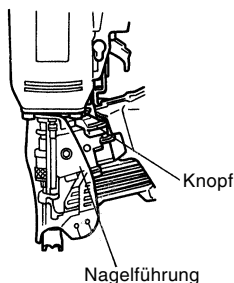

Abb. 21
- (1) Reinigen Sie von Zeit zu Zeit die gleitenden Teile des Verschlusses und ölen Sie ihn ein. (siehe Abb. 21)